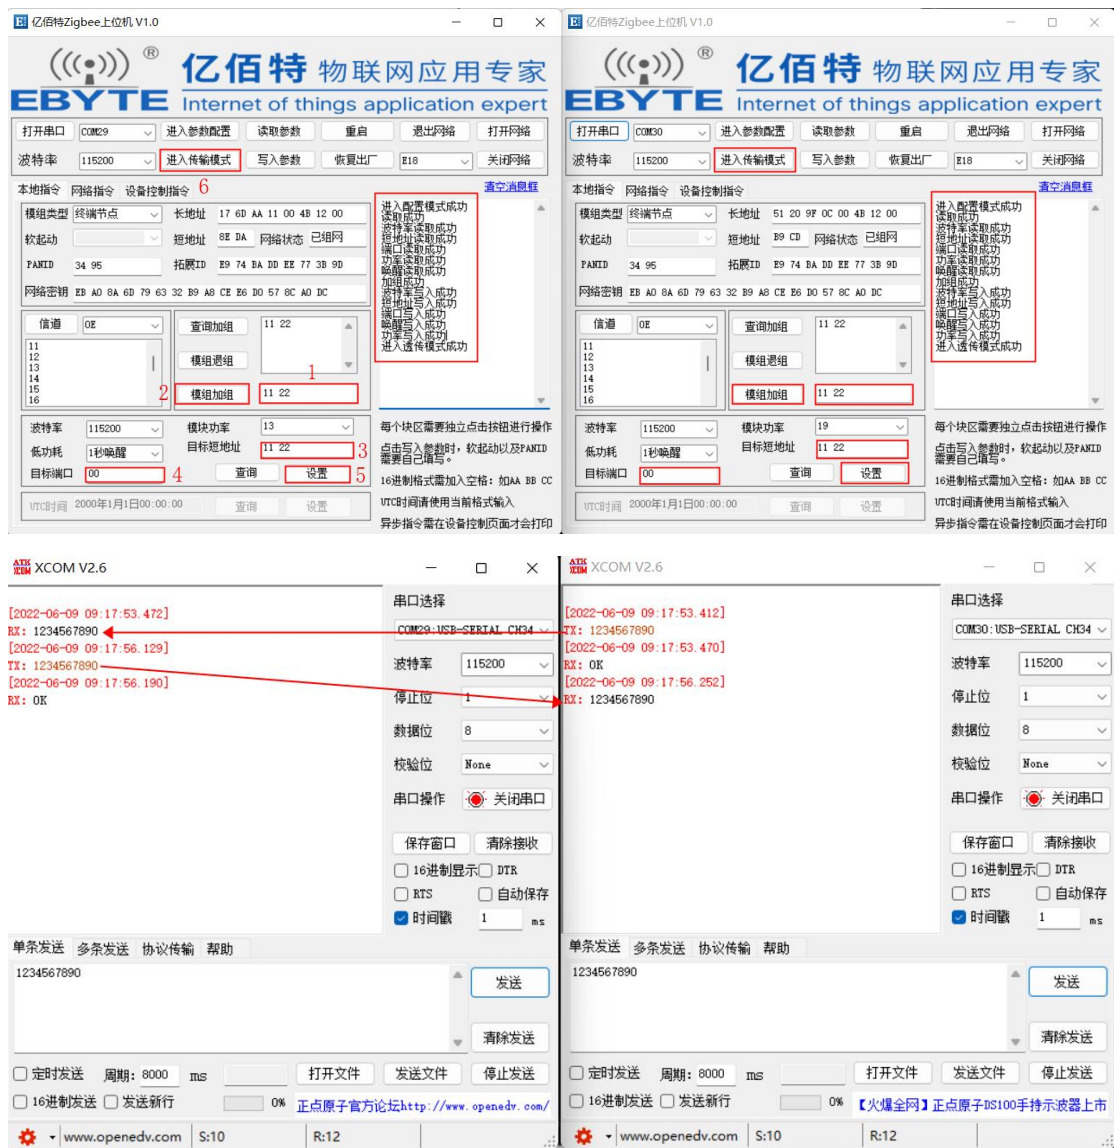

图 1-6
- 6、模块双方都执行“进入传输模式”, 串口命令: 55 07 00 11 00 03 00 01 13, 操作演示如图 1-6 所示。